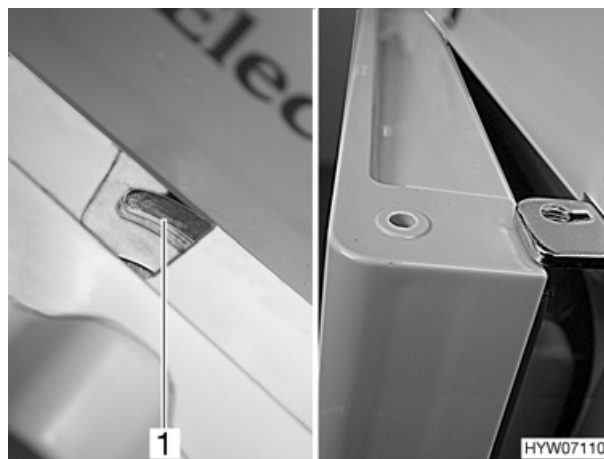

Fig. 90 Porta del frigorifero in posizione di aerazione
- Bloccare la porta del frigorifero con l'ausilio dell'arresto della porta (Fig. 90,1). In questo modo la porta rimane ferma in posizione socchiusa (Fig. 90).